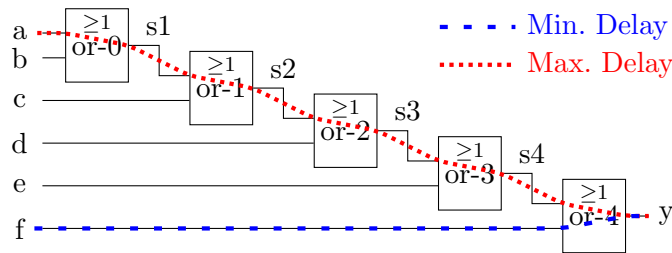

Abbildung 3: Timingpfade für minimale und maximale Verzögerung
a) und b) In Abbildung 3 sind die Pfade für die maximale und die minimale Verzögerung eingezeichnet. Die Gesamtverzögerung wird durch die Verzögerung der einzelnen Gatter auf dem Pfad bestimmt. In diesem Beispiel mit gleichen Verzögerungszeiten für alle Gatter, ist der Pfad, der von irgendeinem Eingang a,b,c,d,e,f zum Ausgang y durch die größtmögliche Anzahl von Gattern läuft, der Pfad mit der maximalen Verzögerung. Die minimale Verzögerung ergibt sich für den Pfad, der von irgendeinem Eingang durch die geringst mögliche Anzahl von Gattern zum Ausgang y führt. Das ist der Pfad f-y. Die beiden Pfade a-y und b-y haben beide eine gleich lange maximale Verzögerung. Dargestellt ist nur der Pfad a-y.